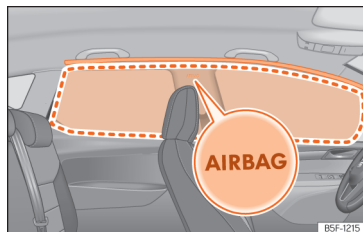

Fig. 31 Localização e raio de alcance do airbag da cabeça.
Os airbags da cabeça estão localizados de ambos os lados do habitáculo, por cima das portas » » » **Fig. 31** e estão assinalados pelo logo «AIRBAG».
Ao ativar-se, o airbag da cabeça ocupa a zona assinalada (raio de alcance) » » » **Fig. 31**. Por este motivo, nunca se deverá colocar ou fixar objetos nesta zona » » » **Δ**.
- Assegure-se de que as crianças viajam sentadas corretamente nas suas cadeiras e não colocam a cabeça na zona de insuflação dos airbags para a cabeça » » » **Fig. 31**, uma vez que, se os airbags disparassem, estes poderiam bater-lhes e causar-lhes lesões graves.